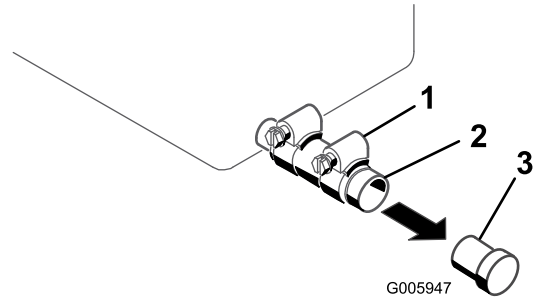

Bild 30
- Stellen Sie eine Auffangwanne unter das Ölablassrohr (Bild 30).
- Lösen Sie die Klemme und nehmen Sie die Ablassschraube ab (Bild 30).